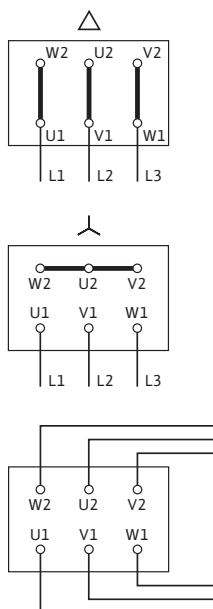

рис. 13: Подключение к сети
- Схема электроподключения находится в крышке клеммной коробки (см. также рис. 13).
- Электроподключение на клеммной колодке зависит от мощности мотора  $P_2$ , от сетевого напряжения и от типа пуска. Необходимое переключение соединительных перемычек в клеммной коробке определить по следующей таблице и рис. 13.